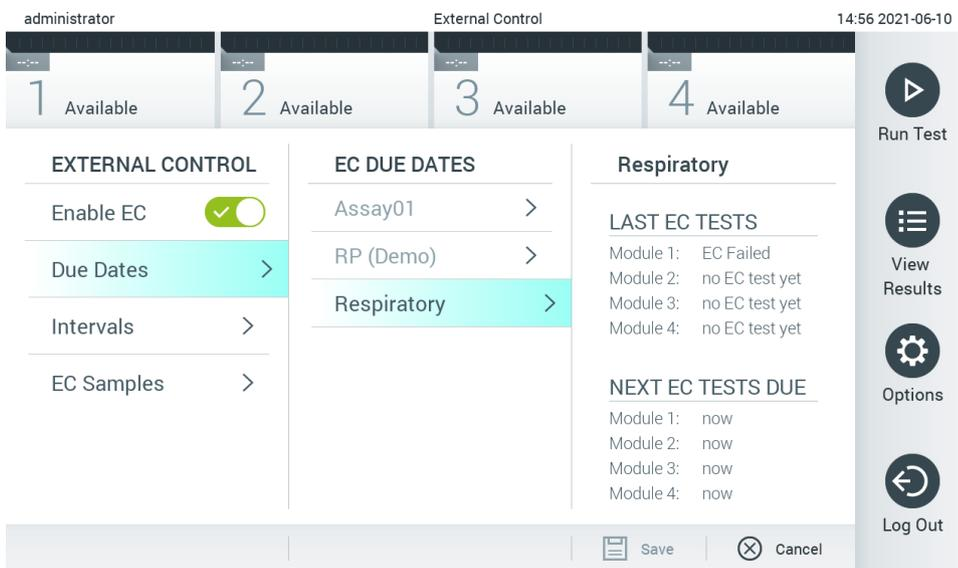

Abbildung 51. Bildschirm External Control (Externe Kontrolle) mit Due Dates (Fälligkeitsdaten).
3. Wählen Sie **Due Dates** (Fälligkeitsdaten) und dann einen Assay aus der Liste aus, um zu sehen, wann der letzte externe Kontrolltest je Assay und Analysemodul durchgeführt wurde und wann der nächste externe Kontrolltest fällig ist (Abbildung 51).